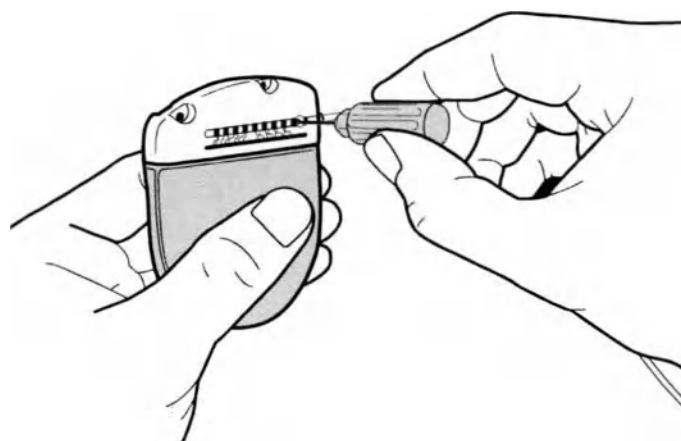

Рисунок 34. Введение динамометрического ключа в основание ИГИ
8. Проведите динамометрический ключ через щель в перегородке, расположенную на боковой поверхности основания ИГИ (Рисунок 34).